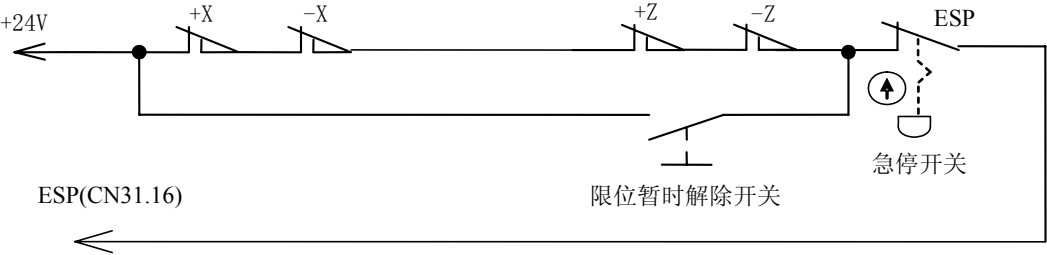

图4.30 急停开关连接
① 使用急停作为行程程限位的连接，连接方式如下图 4.30 所示：